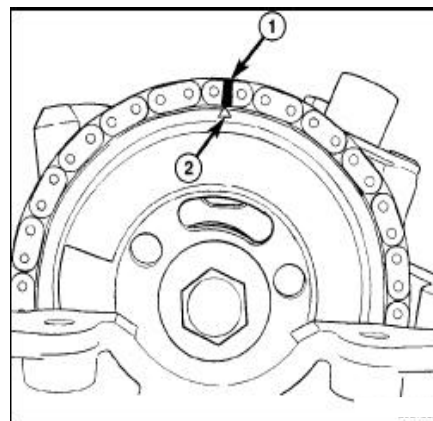

图. 20正时链条标记
- (1) 脱开蓄电池负极桩头。
- (2) 拆卸气门室盖(查阅-发动机/气缸盖/气门室盖-安装)。
- (3) 拆卸曲轴位置传感器。
- (4) 拆卸凸轮轴位置传感器。
- (5) 旋转凸轮轴, 对正凸轮轴链轮上的三角型的正时标记。
- (6) 旋转凸轮轴直到三角型标记。
- (7) 将正时链条标记与凸轮轴上的正时标记对准(图. 20)。